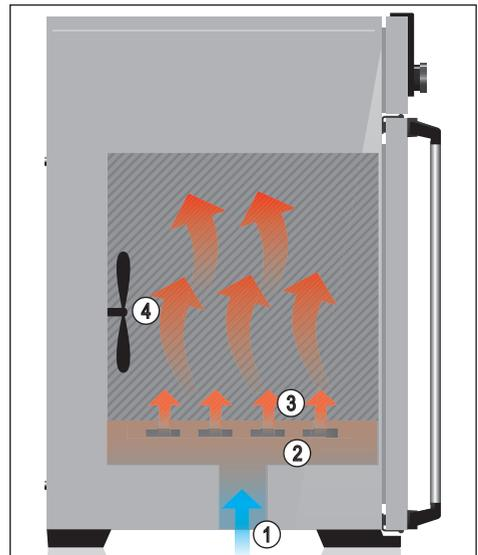

Abb. 3 Funktion
Das Gerät kann den Innenraum auf bis zu 80 °C erwärmen. Die Zuluft (Abb. 3, 1) wird in einer Vorwärmkammer (2) aufgeheizt. Die vorgewärmte Luft tritt durch Lüftungsschlitze in der Innenraumseitenwand (3) in den Innenraum ein. Ein Lüfter an der Rückwand des Innenraumes (4) sorgt für einen höheren Luftdurchsatz und eine intensivere horizontale Zwangsluftumwälzung im Vergleich zur natürlichen Konvektion.